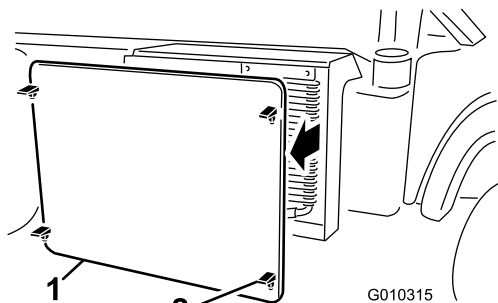

Bild 57
2. Lösen und entfernen Sie das Kühlgitter vorne am Kühler (Bild 57).